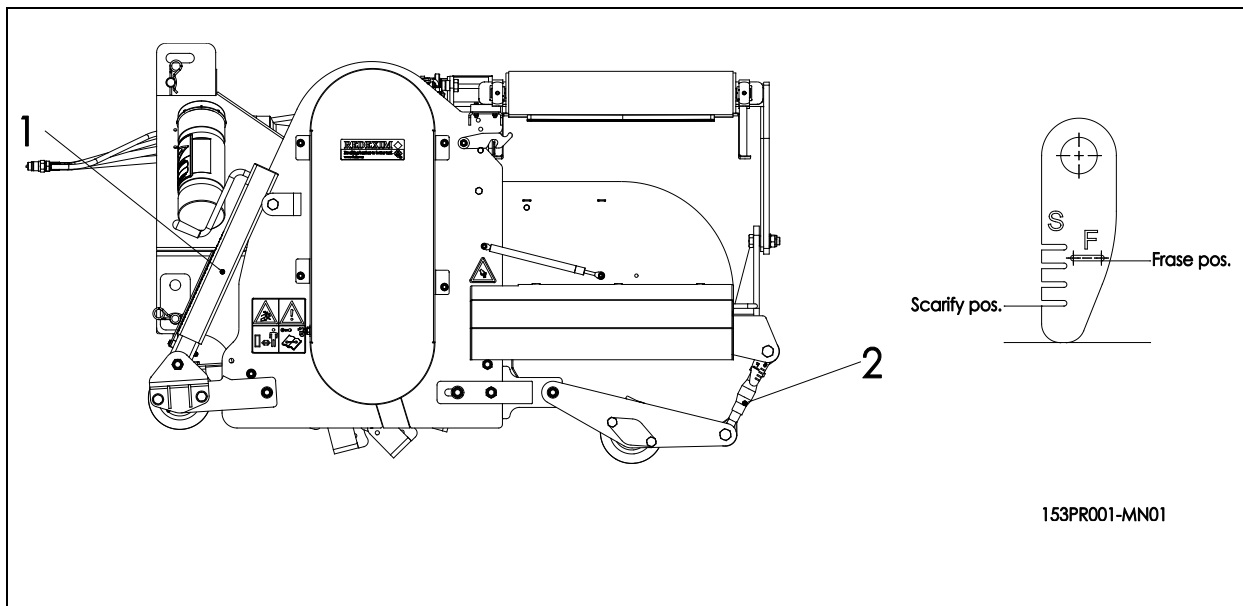

Fig.11
1. Stel de achterste spindels 2 af op de frees positie (Fraser pos.), gebruik hiervoor de indicator (Zie fig.11) en blokkeer deze door de contraoer aan te draaien.
1. Stel de achterste spindels 2 af op de verticuteer positie (Scarify pos.) , gebruik hiervoor de indicator (Zie fig.11) en blokkeer deze door de contraoer aan te draaien.